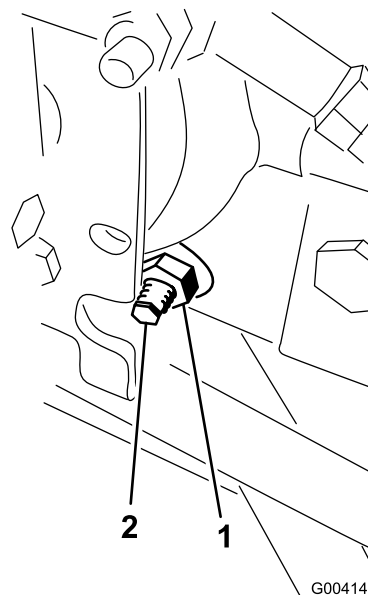

Figura 89
3. No lado direito do hidrostato, solte a porca de bloqueio no excêntrico de ajuste da tração (Figura 89).